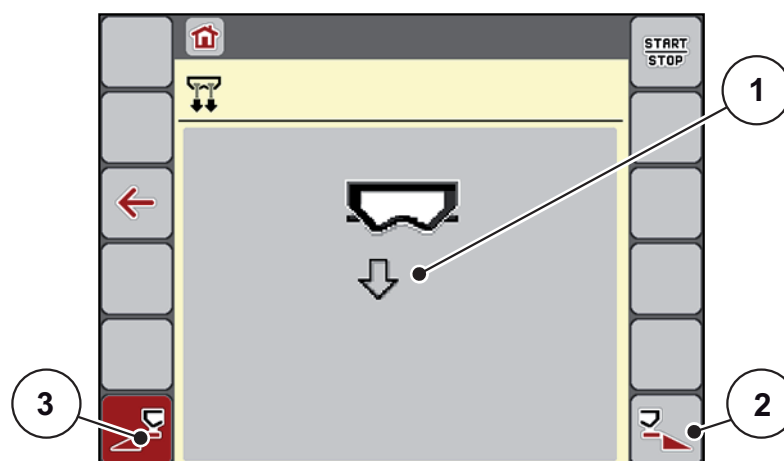

Figure 4.12 : Menu Vidage rapide
- ▷ L'écran affiche le tronçon souhaité avec un symbole (Figure 4.12, position [2]).